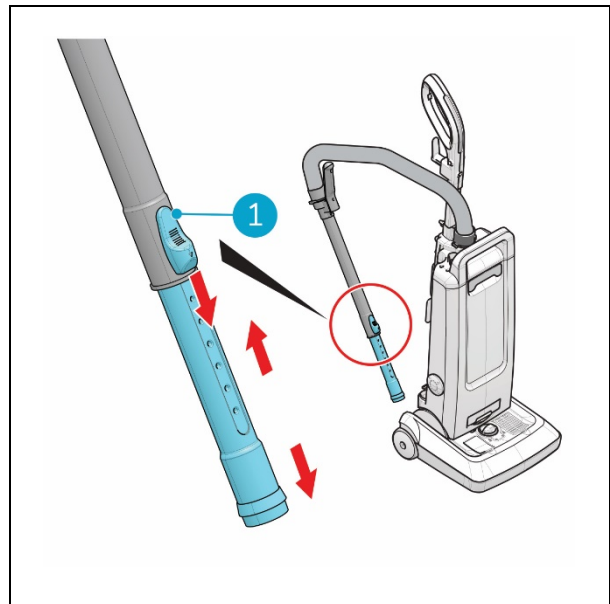

Afbeelding 17
Draai de knop voor hoogteaanpassing (Afbeelding 17, pos 1) om de hoogte van de draaiende borstel aan te passen.